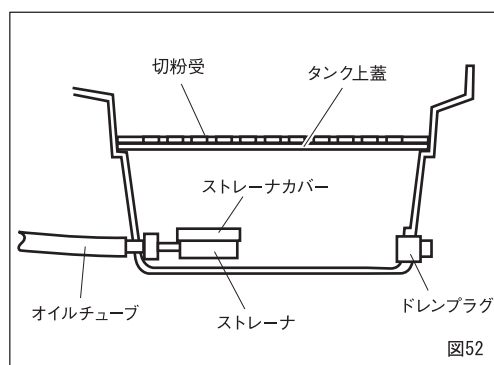

図52
3. オイルタンクの清掃 (図52)
細かい切粉がタンク内にたまりますので、月に1回程度タンク内をきれいに掃除してください。(図52)